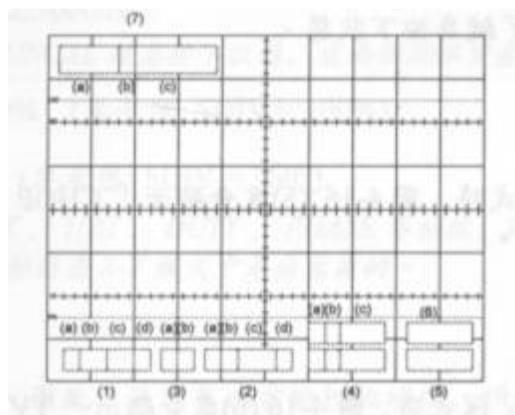

图 4-16
您所设定的垂直灵敏度、输入模式、扫描时间等数据，皆会显示于荧幕上（请参考图 4-16）。
ADD、SUB 及 INV 等功能记号会显示于图 4-16 的 (3) 处。
扫描时间会显示于图 4-16 的 (4) 处，A 扫描时间在第二行，B 扫描时间在第一行。
VERT MODE 设于 DUAL 模式时，图 4-16 (5) 处会显示 “CHOP” 或 “ALT”；X-Y 键按下时，则会出现 “XEXT”。
当 COUPLING 选择器置于 TV 模式时，图 4-16 (6) 会显示 “TV-V” 或 “TV-H” 记号。
以游标的七种功能所测量的数值会显示于如图 4-16 (7) 处。